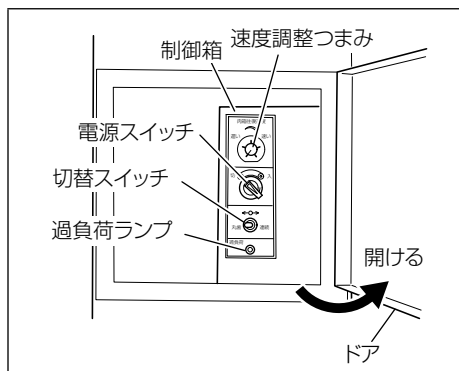
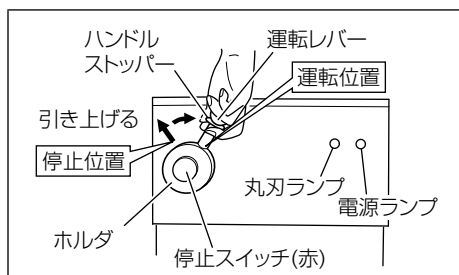

図 12
図 13
切替スイッチ（図 12 参照）のレバーを「丸刃」側にし、運転レバー（図 13 参照）を「運転」の位置にすると、丸刃のみが回転します。
切替スイッチ（図 12 参照）のレバーを「連続」側にし、運転レバー（図 13 参照）を「運転」の位置にして肉箱を空の状態ですら 2 ～ 3 回程度運転したときに、肉箱（図 1-1、図 2-1 参照）、下部コンベア（図 39 参照）、上部ローラ（図 1-1、図 2-1 参照）が円滑に動作するかどうか確認してください。
電源スイッチ(図12参照)を「入」側にすると、電源ランプ(図13参照)が点灯し、運転できる状態となります。
(1) 速度調整つまみをまわすことにより、肉箱の往復速度を変えることができます。速度調整つまみは、ドアを開けると右側正面の制御箱（図 12）にあります。